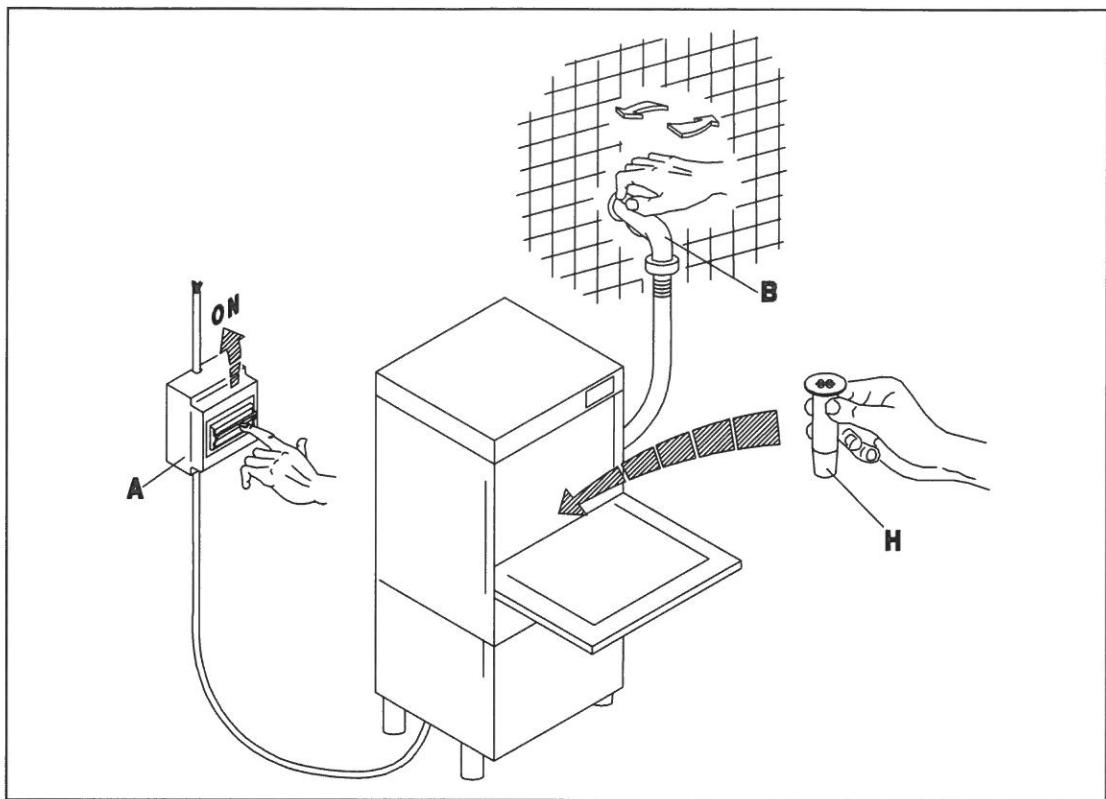

Рис. 3-1
- Откройте водопроводный кран (B) и включите главный выключатель (A). ВКЛЮЧИТЕ выключатель (1) машины, при этом загорится индикатор (A), показывающий, что машина включена. Когда дверца будет закрыта, машина начнет наполняться водой. Когда она наполнится водой, по очереди включатся нагревательные элементы бака и бойлера. После их включения загорятся индикаторы (D) и (E). Когда оба индикатора погаснут, это будет означать, что температура воды достигла заданного значения, и машина готова начать цикл мытья. (Рис. 3-1+3-2)
- Turn on the water tap (B) and switch on the master switch (A). Turn the appliance ON switch (1), which will cause the warning light (A) to illuminate, indicating that the machine is live. When the door is closed the appliance fills with water. When it is full, the tub and boiler heating elements come on automatically. When the elements are activated, the warning lights (D) and (E) are illuminated. When both warning lights go out the water has reached the set temperature and the appliance is ready to begin the washing cycle. (fig. 3-1+3-2)
- Öffnen Sie den Wasserhahn (B) und betätigen Sie den Hauptschalter (A). Beim Betätigen des Schalters (1) am Gläserspüler wird die Anzeige (A) aufleuchten, an der Sie erkennen können, daß die Maschine unter Spannung steht. Bei geschlossener Tür läuft Wasser in die Maschine; ist die nötige Wassermenge einmal erreicht, so schalten die Widerstände des Spülbehälter und des Boilers automatisch ein. Der Betrieb der Widerstände wird durch das Aufleuchten der Anzeigen (D) und (E) erkennbar. Beide Leuchtanzeichen erlöschen, wenn das Wasser eine vorbestimmte Temperatur erreicht hat, d. h. wenn der Gläserspüler betriebsbereit ist. (Рис. 3-1+3-2)
- Ouvrir le robinet (B) et insérer l'interrupteur général (A). Ouvrir l'interrupteur principal de l'appareil (1), le voyant (A) s'allumera ce qui signifie que la machine est branchée. L'appareil se remplit d'eau avec porte fermée et à la fin du chargement les éléments chauffants de la cuve et du boiler entrent automatiquement en action. Les voyants (D) et (E) s'allument quand les éléments chauffants fonctionnent. Les deux voyants s'éteignent dès que l'eau a atteint la température programmée et l'appareil est prêt pour commencer le lavage. (Рис. 3-1+3-2)
- Abrir el grifo del agua (B), conectar el interruptor general (A). Activar el interruptor principal del aparato (1); el encendido de la luz testigo (A) indica que la máquina está en tensión. Con puerta cerrada el aparato se llena de agua y cuando la carga esté terminada se conectarán automáticamente las resistencias del tanque y de la caldera. El funcionamiento de las resistencias es señalado por el encendido de las luces indicadoras (D) y (E). Cuando ambas luces se apaguen, el agua habrá alcanzado la temperatura programada y el aparato estará listo para empezar el lavado. (Рис. 3-1+3-2)
- Lorsque le remplissage est terminé, ouvrir la porte (I) et verser le détersif (environ 2 g pour chaque litre remplitant la cuve). Introduire le panier (L) plein et fermer la porte (I). Sélectionner ensuite le cycle de lavage en actionnant le bouton-poussoir (4) cycle court ( touche enfoncée ) + cycle long ( touche relâchée ). A ce stade, presser le bouton-poussoir START (3) (au moins 2 secondes) et le cycle de fonctionnement commencera, visualisé par la lampe-témoin (C). La fin du cycle coïncide avec l'extinction de ce voyant. Pour arrêter la machine, il faudra débrancher l'interrupteur (1) en le ramenant sur la position (0): lampe-témoin (A). (Fig.3-1+3-3).
- Despues del llenado, abra la puerta (I) y vierta el deterativo (2 gramos aproximadamente por litro de capacidad de la cuba). Introduzca el cesto (L) carga y cierre la puerta (I). Seleccione el ciclo de lavado por medio del selector (4) ciclo breve ( tecla pulsada ) + ciclo largo ( tecla soltada ). Pulse ahora START (3) (almenos durante 2 segundos) para arrancar el ciclo de trabajo: se enciende la luz testigo (C), que se apagará al final del ciclo. Para apagar la máquina desconecte el interruptor (1) posición 0, luz testigo (A) apagada. (Fig.3-1+3-3).